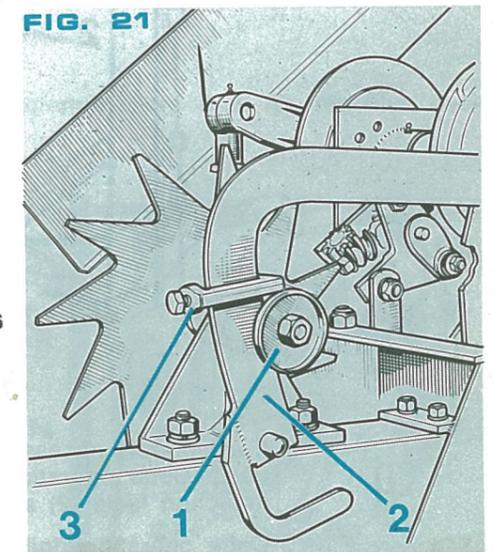

FIG. 21
La longueur des balles se modifie en limitant plus ou moins la course du galet (1 fig. 21) sur le bras de déclenchement (2). A cet effet, un curseur (3) arrêté par une vis pointeau permet d'obtenir des longueurs de balles variant de 30 cm à 130 cm.